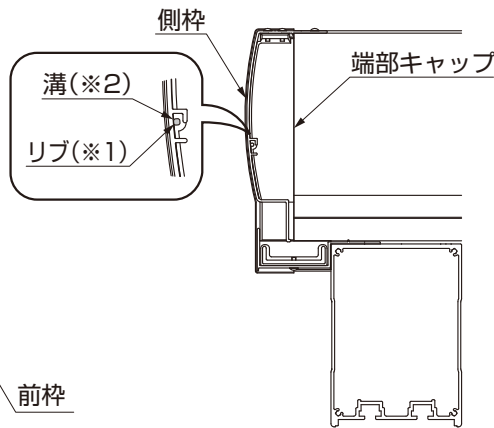

図9-4
- 側枠を端部キャップにはめ込む際は、端部キャップのリブ(※1)が側枠の溝(※2)にはまるように取付けてください。(図9-4参照)
- 側枠上を端部キャップにはめ込む際は、端部キャップのリブ(※1)が側枠上の溝(※2)にはまるように取付けてください。(図9-4参照)